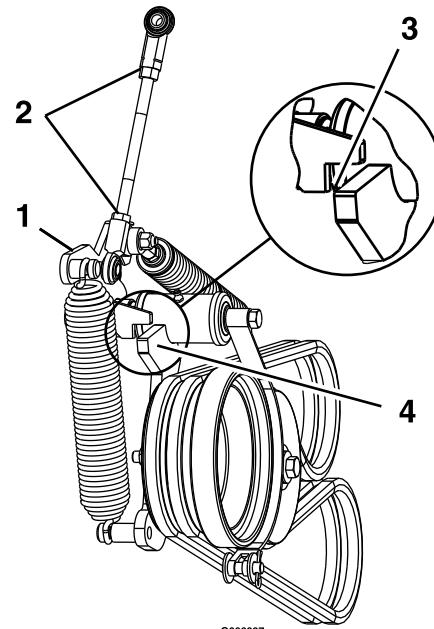

Figura 56
12. Afloje las contratuerca y ajuste el acoplamiento hasta que el extremo superior del brazo de la polea tensora esté alineado con el borde inferior de la muesca del brazo tensor, según se muestra en Figura 56.